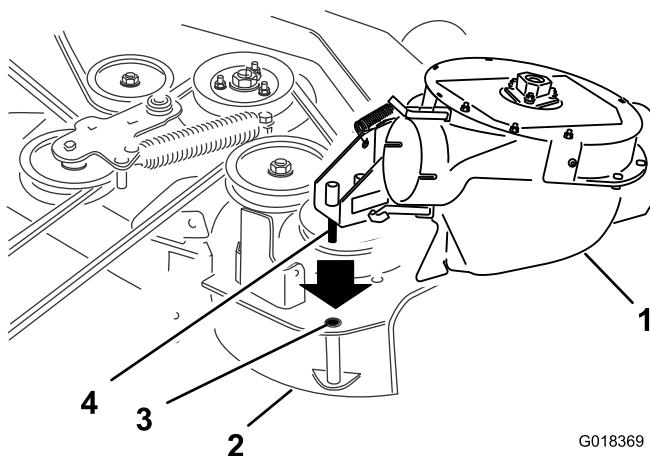

Figure 23
2. Placez l'axe de pivot du ventilateur en face du trou correspondant dans le plateau de coupe (Figure 23).
3. Abaissez le ventilateur et enfoncez l'axe de pivot dans le trou de pivot (Figure 23).